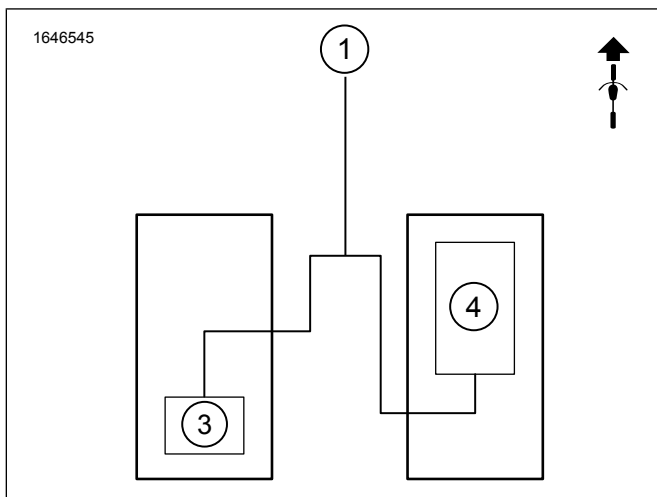
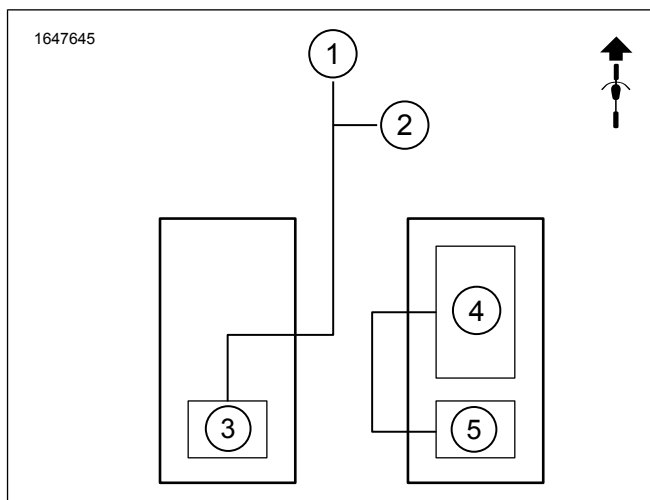
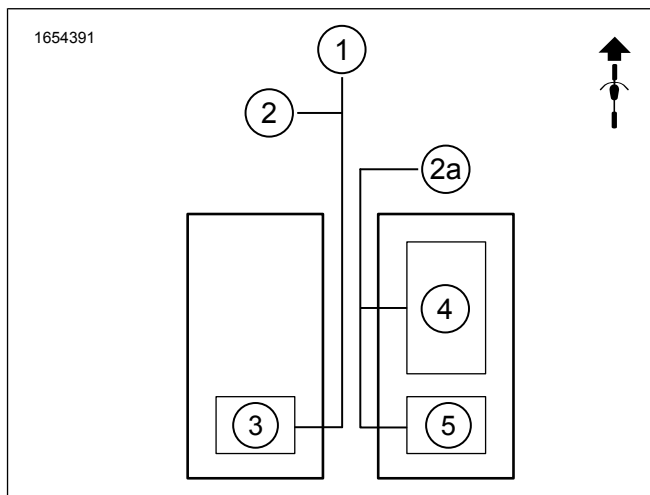
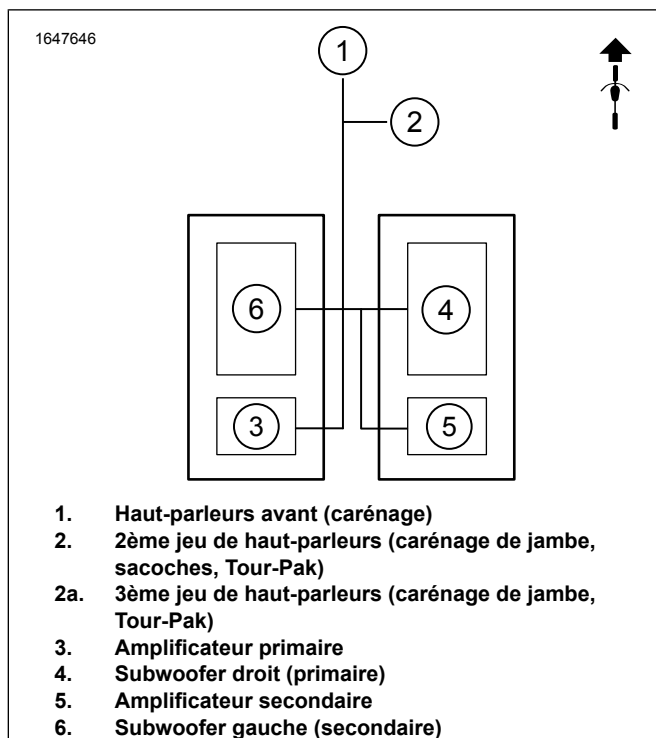

Figure 3. Subwoofer simple, amplificateur simple, deux haut-parleurs
Figure 4. Subwoofer simple, amplificateurs doubles, quatre haut-parleurs
Figure 5. Subwoofers simples, amplificateurs doubles, six haut-parleurs
Figure 7. Deux subwoofers, amplificateurs doubles, quatre haut-parleurs
Voir Figure 3 , Figure 4 , Figure 7 et Figure 5 . Les systèmes de subwoofer nécessitent deux canaux de l'amplificateur (les amplificateurs ont quatre canaux), par conséquent l'installation de kits subwoofer primaire et secondaire ne peut fonctionner qu'avec des systèmes de deux ou quatre haut-parleurs. Les systèmes de six haut-parleurs ne fonctionneront qu'avec le kit subwoofer primaire.
- a. Voir la figure 3. Pour une configuration avec un seul subwoofer, un seul amplificateur et deux haut-parleurs. Le connecteur du faisceau devra être recâblé. Reportez-vous à Recâbler le faisceau 69203031. Si le connecteur n'est pas recâblé, il n'y aura pas de son. **REMARQUE** : si des haut-parleurs de sacoche sont ajoutés après l'installation du subwoofer, la configuration d'origine du faisceau 69203031 devra être utilisée. Fils dans les cavités un et quatre.
- c. Connecteur de faisceau d'amplificateur secondaire [352A\_1] ou [352A\_2] (sortie audio). Voir la figure 4. **Equipé d'un simple subwoofer, de deux amplificateurs, de quatre ou six haut-parleurs.**